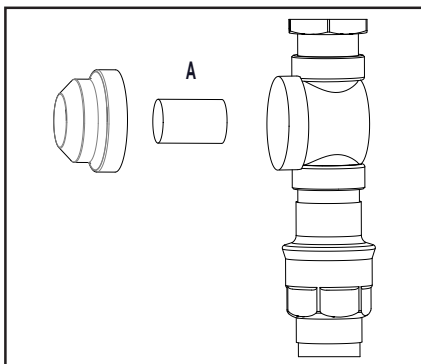

Fig. 2 110002117
5. Entfernen Sie den Filter (A, Abb. 2), und legen Sie den Filter in einer Entkalkungslösung.